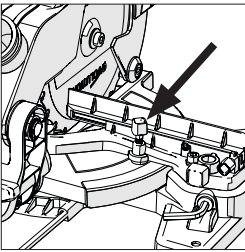

Abb. 18
- Lösen Sie die Verriegelungsschraube für die Gehrung (**Abb. 18**) durch Drehen gegen den Uhrzeigersinn.